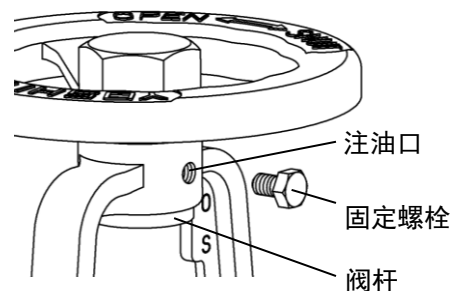

图 3
- (5) 需要固定手柄时，请拧紧固定螺栓(参考图 3)。
- (6) 给阀套涂润滑油时，请将固定螺栓卸下、从阀盖螺栓孔处注入润滑油(参考图 3)。